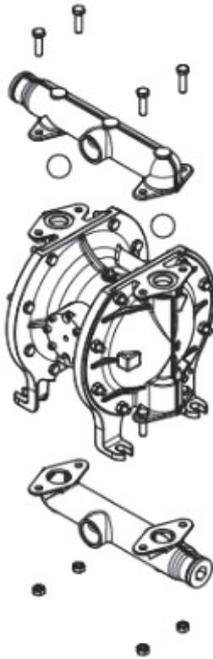

Abb. 3: Demontage Stutzen und Ventilkugeln im Druckstutzen
- Schrauben Druckstutzen (oberer Stutzen) lösen und demontieren (Abb. 3).
- Schrauben Saugstutzen lösen und demontieren (Abb. 3)